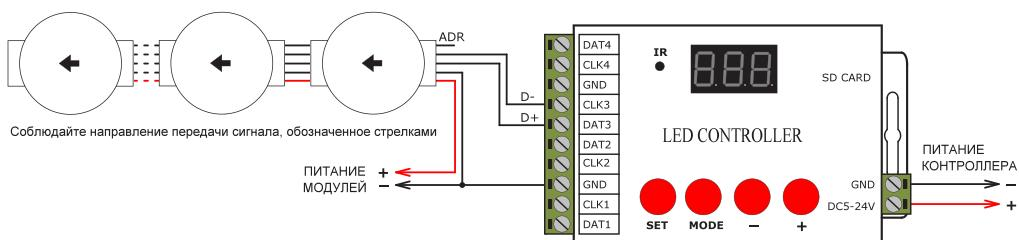

Рисунок 1.
3.1. Подключение DMX-модулей или лент с микросхемами UCS512 (см. рисунок 1).